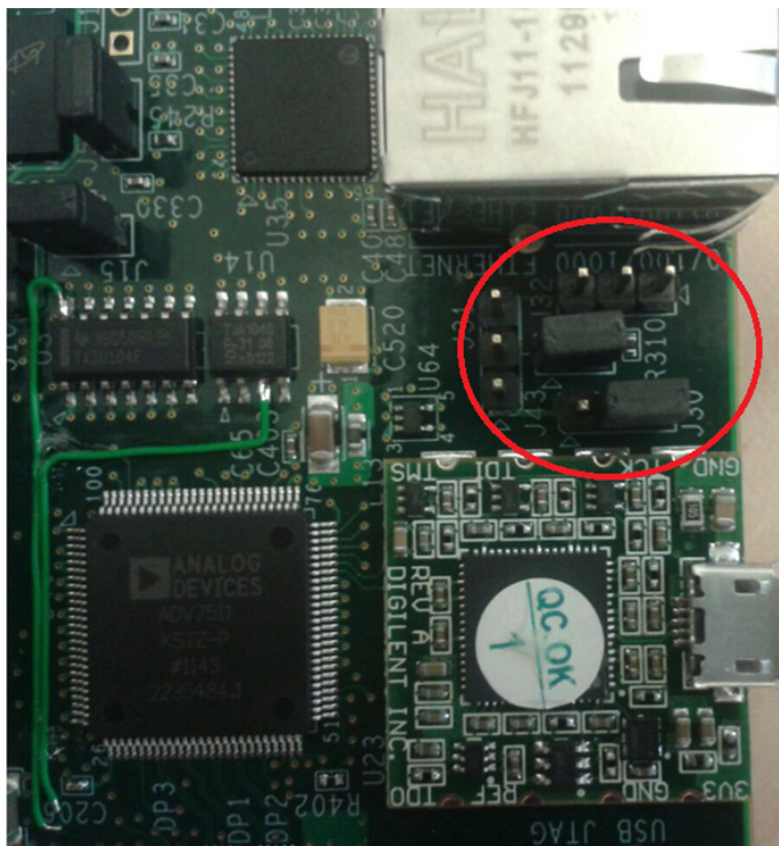

図 5-3 : ジャンパー J30 および J43 の変更
4. 図 5-3 のようにイーサネット ジャンパー J30 および J43 を変更します。